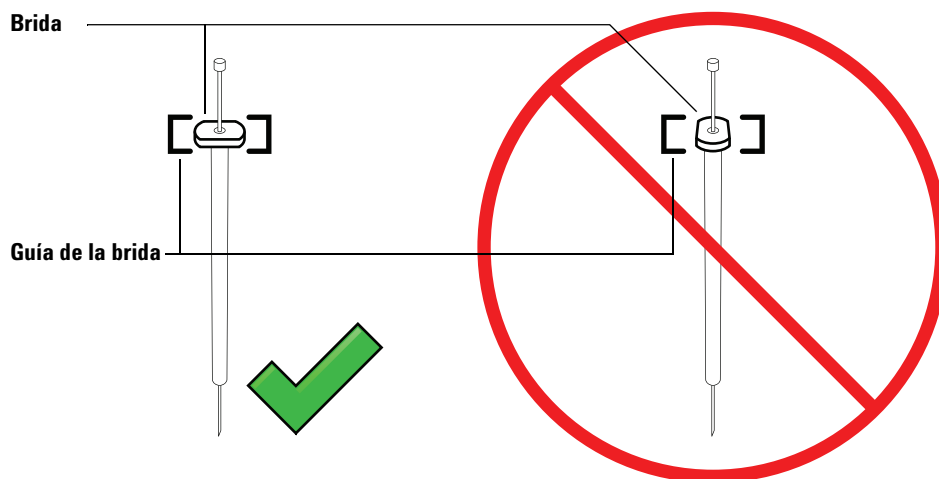

Figura 78 Orientación de la brida de la jeringa
- 7 Alinee la brida de la jeringa con la guía de la brida y presione para colocar la jeringa en su sitio, manteniendo el extremo de la aguja en el orificio guía de su pie de apoyo. Asegúrese de que el borde plano de la brida de la jeringa esté hacia fuera (Figura 78).